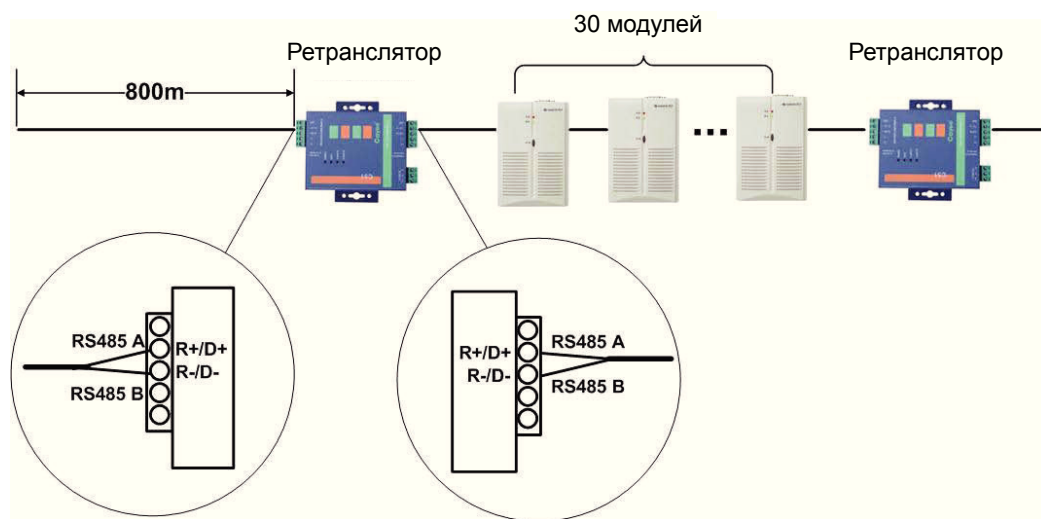

Рис. 7.2
7.1.4 Через каждые 800 метров коммуникационной линии и через каждые 30 коммуникационных модулей должен устанавливаться ретранслятор (усилитель сигнала) (рис. 7.2).